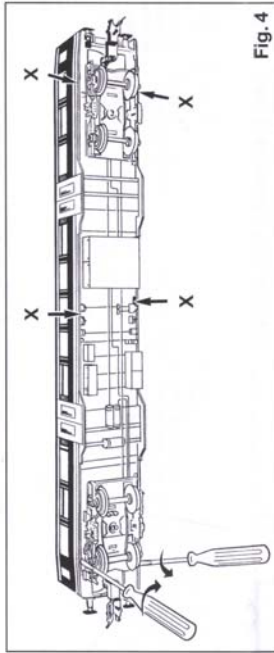

Fig. 4
**Beim Nahverkehrswagen „modus“ (Art.-Nr. 5654):** Zwei Schraubendreher zunächst in Höhe eines der Drehgestelle in die vorgesehenen, seitlichen Schlitzlöcher zwischen Wagenkasten schieben (Fig. 4). Mit den Fingern Boden an den Puffern nach unten drücken und durch leichtes Aufspreizen der Schraubendreher lösen. Boden an den Puffern gelöst halten und mit den Schraubendrehern nacheinander an den weiteren markierten Schlitzlöcher (X) endgültig lösen.